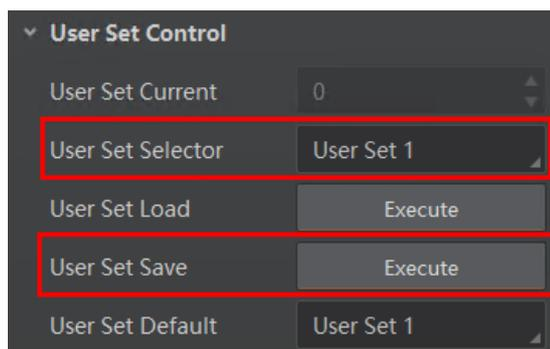

图9-2 保存参数设置
- 保存参数：修改参数后，通过 *User Set Selector* 参数下拉选择其中一套 *User Set* 参数，点击 *User Set Save* 处的“Execute”，即可将参数保存到用户参数中，如图 9-2 所示。